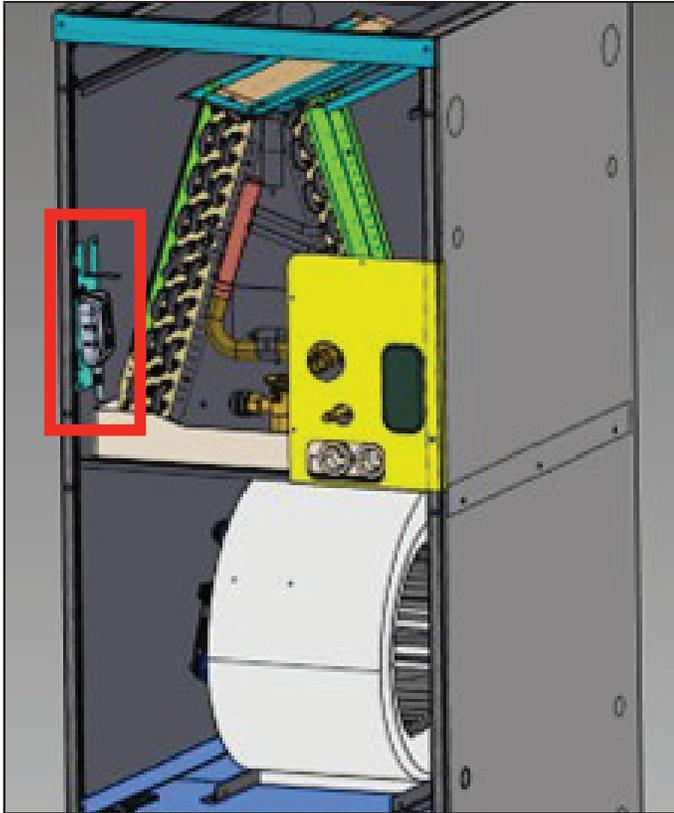

FIGURE 12
- 3 - Une fois le serpentin et le support central réinstallés dans l'unité, les panneaux de l'unité de traitement de l'air étant retirés, installez le support du capteur sur le support central en alignant les trous comme illustré à la figure 12.